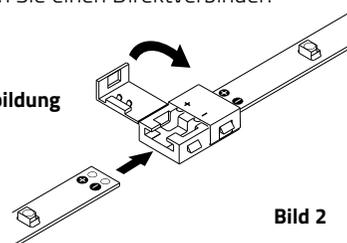

Bild 2
2. Verschluss des Direkt-/Einspeisungsverbinders öffnen (Bild 2+3).
3. Direkt-/Einspeisungsverbinder auf das Ende des VARDAFLEX LED-Strips stecken (Polung beachten) und den Verschluss schließen (Bild 2+3).
2. Open the shutter of the direct / in-feed connector (Fig. 2+3).
3. Connect the in-feed connector to the end of the VARDAFLEX LED strip (observe polarity) and close the fastener (Fig. 2+3).